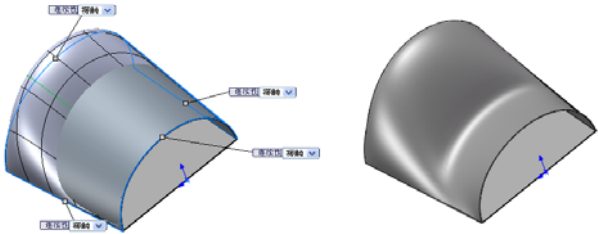

图 6-116 拖动控制多边形改变方向
- 控制多边形：在控制曲线上使用控制多边形，通过拖动控制多边形以修改面，如图 6-116 所示。